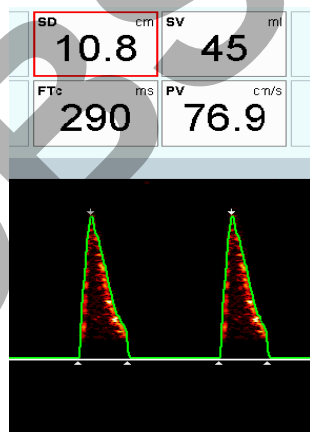

Abbildung 7.2.1. Für diesen Patienten geeigneter Bereich von 100 cm/s.
**Ungeeignete Einstellungen des Bereichs/der Skala beeinflussen die Datenanzeige. Siehe Abbildung 7.2.1. und 7.2.2.**